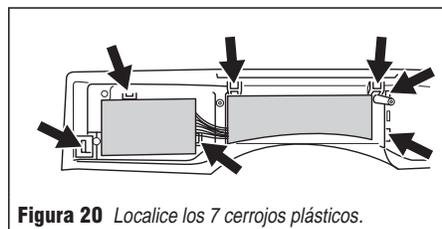

Figura 20 Localice los 7 cerrojos plásticos.
3. El ensamble de los componentes electrónicos de la consola y caja se sostiene en la pieza decorativa con 7 cerrojos plásticos. Vea la figura 20.